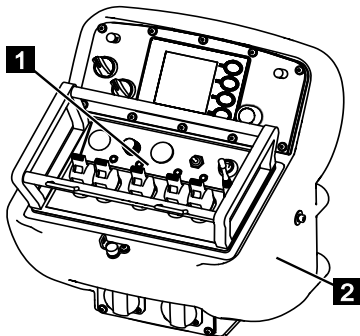

Fig. 138
4. Insérer la commande (Fig.138/1) dans le pupitre de commande (Fig.138/2).